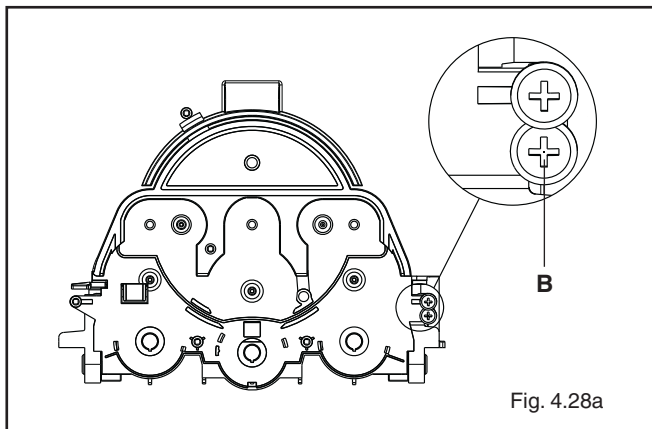

Fig. 4.28a
- Svitare la vite **B** (fig. 4.28a)